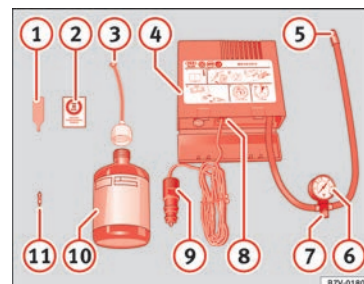

Fig. 41
- Svitare il cappuccio e l'elemento di tenuta della valvola del pneumatico. Utilizzare l'apparato » **fig. 41** ① per estrarre l'elemento di tenuta. Collocarlo su una superficie pulita.
- Agitare vigorosamente la bomboletta del sigillante per pneumatici » **fig. 41** ⑩.
- Avvitare il tubo di gonfiaggio » **fig. 41** ③ alla bomboletta del sigillante. La piombatura della bomboletta si rompe automaticamente.
- Rimuovere il tappo del tubo di riempimento » fig. 41 ③ e avvitare l'estremità aperta dal tubo alla valvola dello pneumatico.
- Ricollocare l'elemento di tenuta con l'apparato » fig. 41 ① nella valvola del pneumatico.
- Avvitare il tubo di gonfiaggio del pneumatico del compressore » fig. 41 ⑤ nella valvola del pneumatico.
- Verificare che la vite di sfiato dell'aria sia chiusa » fig. 41 ⑦.
- Collegare il connettore » fig. 41 ⑨ a una presa elettrica a 12 V del veicolo » » pagina 114.
- Collegare il compressore ad aria con l'interruttore ON/OFF » fig. 41 ⑧.